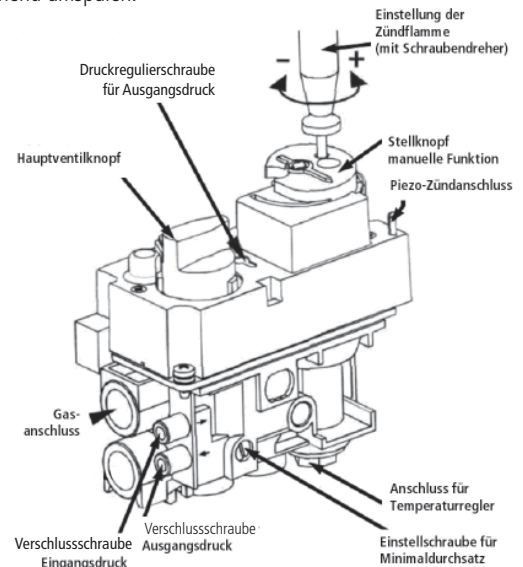

Abb. 2.15 Gasregler
Die Einstellschraube zum Einregulieren der Pilot- bzw. Zündflamme befindet sich unterhalb des Drehknopfes des Gasreglers für den manuellen Betrieb (s. Abb. 2.15).
- e) Ausgangsdruck messen, dokumentieren und mit den Werten in den technischen Daten abgleichen und, wenn notwendig, durch Drehen der Druckregulierschraube (s. Abb. 2.15) anpassen: